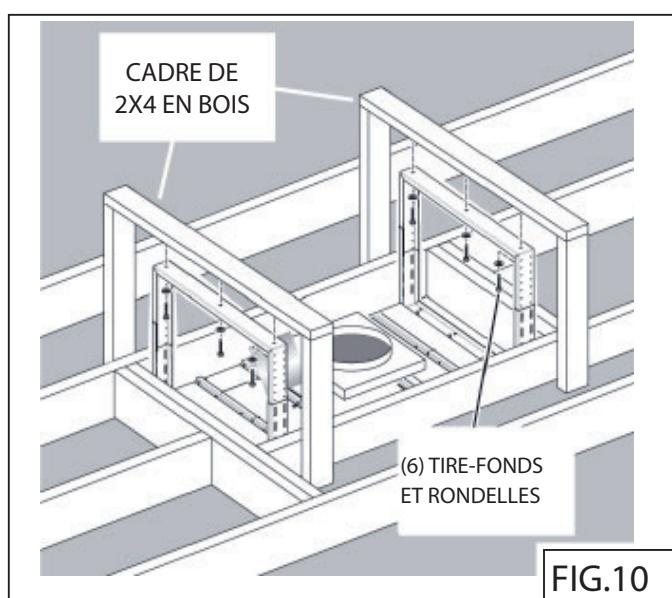

FIG.10
3. Fixez chaque cadre de soutien de la hotte à la charpente de bois à l'aide des (6) tire-fonds de 6 x 60 mm et rondelles fournis. Fig. 10.